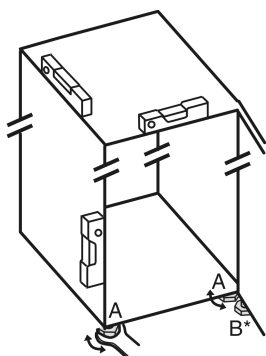

Fig. 68
- Выкрутите регулируемые опоры Fig. 68 (A) при помощи входящего в комплект поставки рождкового ключа и, используя уровень, выставьте устройство прочно и ровно по горизонтали.
- Выверните регулируемую опору Fig. 68 (B) на нижнем опорном кронштейне при помощи входящего в комплект поставки рождкового ключа до ее соприкосновения с полом.
- Поверните регулируемую опору Fig. 68 (B) еще на 90°.